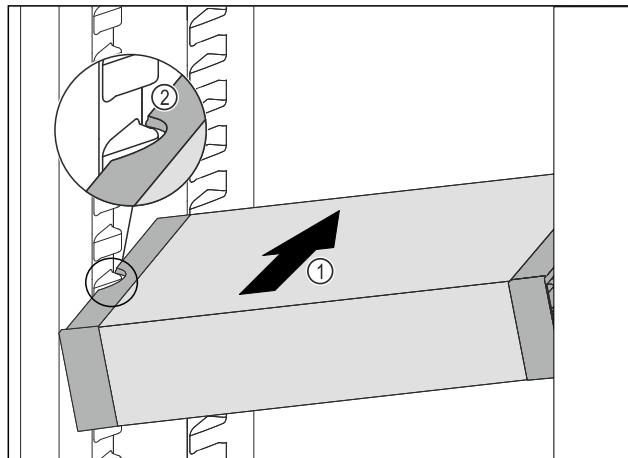

Fig. 105
- Вставити висувний ящик VarioSafe під кутом в охолоджувальне відділення Fig. 105 (1), доки бокові поглиблення Fig. 105 (2) VarioSafe не будуть розташовані на рівні ребра для ємності в охолоджувальному відділенні.